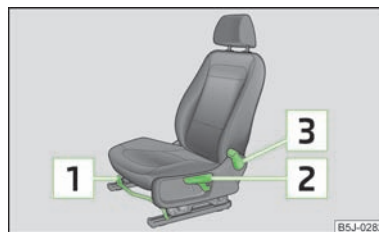

Fig. 36
- Puxe a alavanca (na zona central) **1** » Fig. 36 para cima e, simultaneamente, empurre o banco para a posição pretendida.
- Se pretender levantar o banco, puxe a alavanca **2** » Fig. 36 para cima e accione-a tantas vezes quantas as necessárias nesse sentido.
- Alivie o encosto do banco (não se encoste), puxe a alavanca **3** » Fig. 36 para trás e com as costas regular a inclinação pretendida para o encosto do banco.